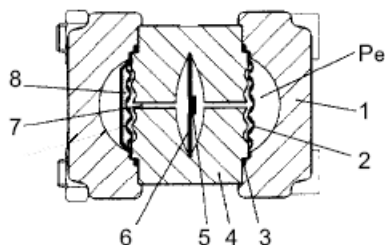

Рис. 8.Измерительная ячейка для абсолютного давления, функциональная схема
Абсолютное давление через разделительную мембрану (2, рис.8) и наполнительную жидкость (7) передается на кремневый сенсор давления (5). При превышении границ измерения перегрузочная мембрана (6) отклоняется настолько, пока разделительная мембрана (2) не коснется корпуса измерительных ячеек (4), защищая тем самым кремневый сенсор давления (5) от перегрузки. Разница давлений между входным давлением ( $p_э$ ) и эталонным давлением (8) на минусовой стороне измерительной ячейки отклоняет измерительную мембрану. Четыре установленных на измерительную мембрану по мостовой схеме пьезо-сопротивления изменяют благодаря этому свою величину сопротивления. Изменение сопротивления вызывает выходное мостовое напряжение, пропорциональное абсолютному давлению.